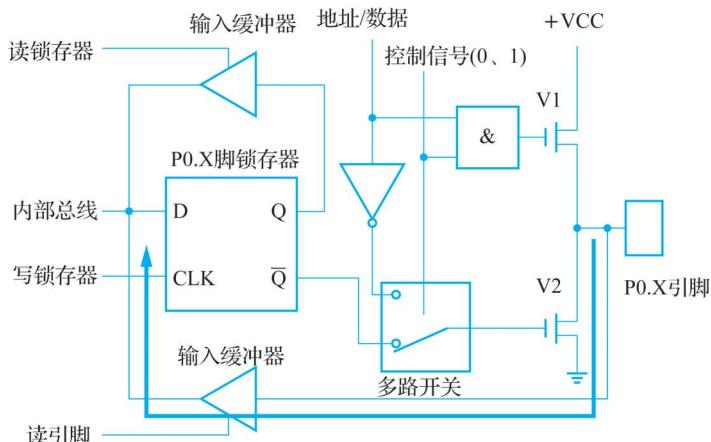

图 1-15 P0 口读引脚示意图
(1) 读引脚。读芯片引脚上的数据，读引脚数时，读引脚缓冲器打开(即三态缓冲器的控制端要有效)，通过内部数据总线输入，如图 1-15 所示(粗线箭头)。